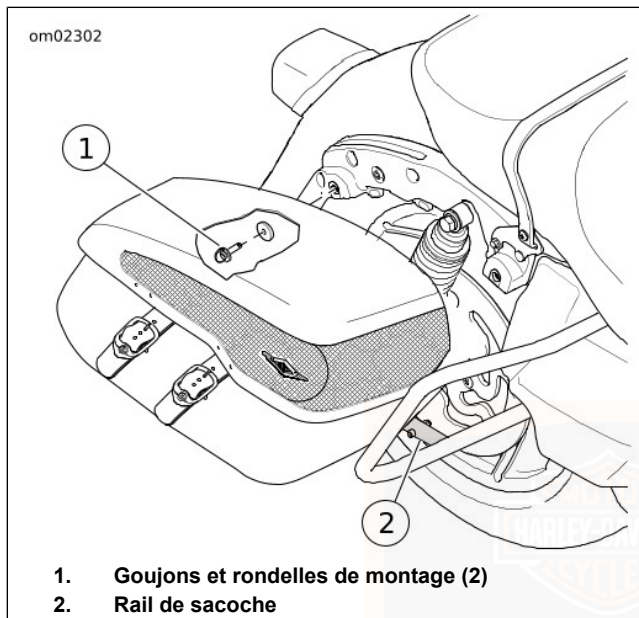

Figure 59. Dépose/installation des sacoches : FLHRC
2. Voir Figure 59. Tourner les goujons de montage d'un quart de tour dans le sens antihoraire pour désengager la sacoche du support de montage.